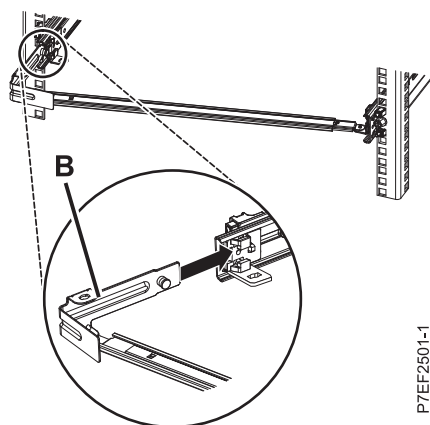

図 11. ピンを延長してブラケットをスライド・レールに取り付ける
4. ケーブル・マネジメント停止ブラケット (B) を右側スライドの内側のスロットに取り付けます。停止ブラケット (B) をスライド・レールに滑り込ませ、バネ式のピンが所定の位置に収まるまでスライドさせます。詳しくは、10 ページの図 11 を参照してください。